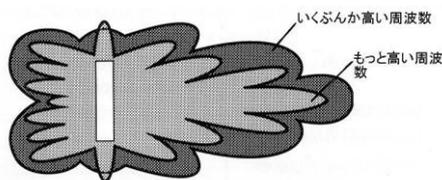

図 4
- 図 4 のようにいくぶんか高い周波数やもっと高い周波数については比較的音の広がりがあります。